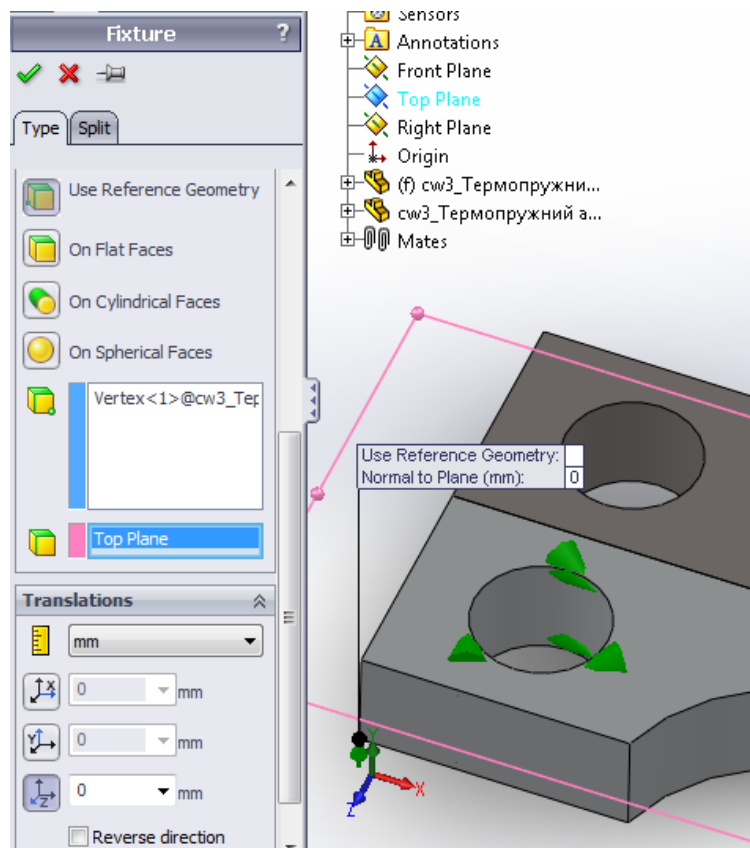

Рис. 3.2.6. Обмеження переміщення збірки у вертикальному напрямку
6. Далі необхідно обмежити переміщення збірки у вертикальному напрямку. Для цього використайте обмеження **Использовать справочную геометрию (Use reference geometry)**. Потім вкажіть нижню точку, що знаходиться справа на екрані (рис. 3.2.6), у якості довідкової площини виберіть одну з вихідних площин, що паралельна верхній грані на рис. 3.2.6. У даному випадку це площина **СВЕРХУ (Top)**. Налаштування переміщень вказані на рис. 3.2.6